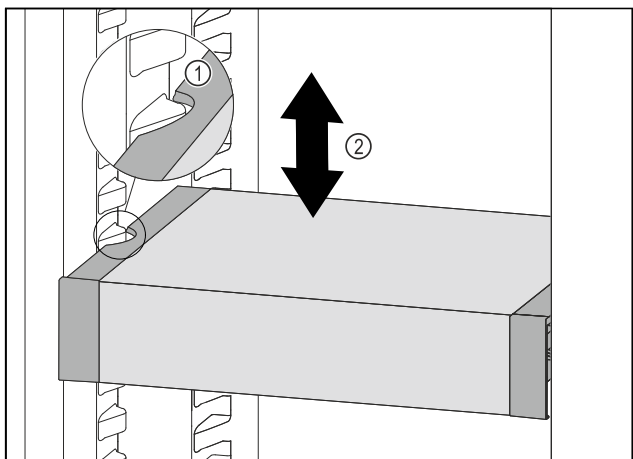

Fig. 91
- ▶ Táhněte VarioSafe dopředu, dokud nebudou boční vybrání VarioSafe na úrovni žebrování na nádoby v chladničce. Fig. 91 (1)
- ▶ Posouvajte VarioSafe v chladničce nahoru nebo dolů, dokud nedosáhnete požadované výšky. Fig. 91 (2)